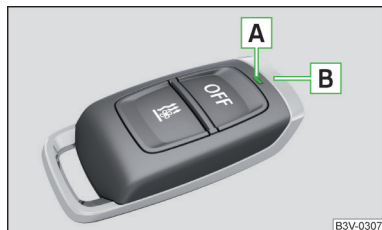

Fig. 131
**Descrierea telecomenzii radio » fig. 131**
Pentru activare/dezactivare, țineți telecomanda radio în poziție verticală, cu antena **B** » fig. 131 orientată în sus. Nu este voie să se acopere antena cu degetele sau cu palma.